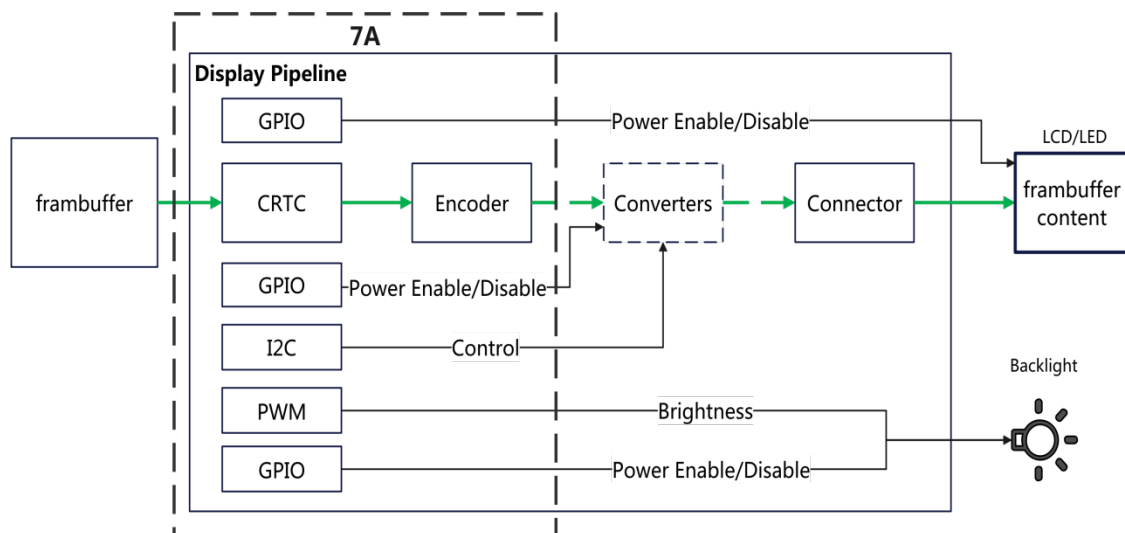

图4-4 液晶屏显示管线
方案B：使用需要配置(非透明)的Encoder芯片，则DVO0\_SCL和DVO0\_SDA需要同时作为Encoder芯片的配置通道和EDID读取通道使用，硬件连接方案如图4-4所示；
**方案说明：**将桥片作为信号转换芯片的主控时，硬件参考设计如图4-4，将显示控制器的I2C连接到转换芯片。用于实现对信号转换芯片的控制和读取EDID功能。使用桥片的GPIO 管脚来控制转换视频转换芯片的电源，背光电源和液晶屏电源。